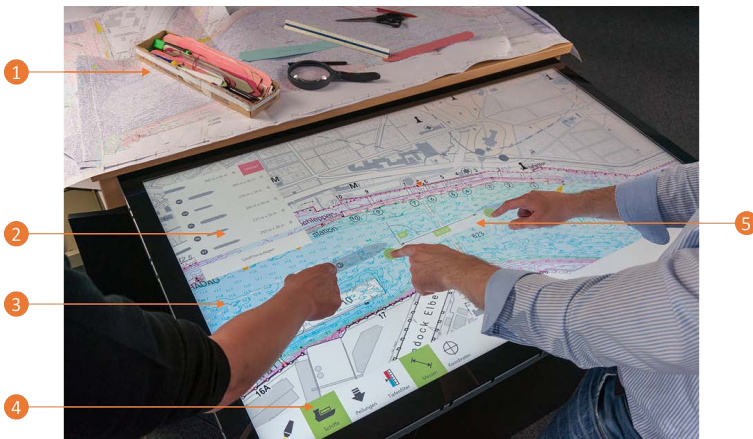

Abb. 3: Digitaler Peiltisch im Einsatz
Die Umsetzung des digitalen Peiltisches zeigt Abb. 3. In Punkt ① sind Papierpeilpläne, die Pappschiff-Flotte sowie Werkzeuge für die Arbeit mit Papierkarten abgebildet. Gleich darunter ist der Peiltisch zu sehen, auf dem eine Schiffsbegegnung simuliert wird. In ③ sind Tiefenzahlen und Tiefenlinien entsprechend der gewählten Zoomstufe dargestellt. Die Einfärbung der Tiefenzahlen ist analog zu der Einfärbung in Papierkarten gewählt. Punkt ④ zeigt ein Menü mit digitalen Werkzeugen. Einige der Werkzeuge orientieren sich an ihren Originalen aus der analogen Arbeitswelt. Dazu gehören beispielsweise ein digitaler Textmarker, mit dem Nautiker Mindertiefen mit dem Finger markieren können und ein digitales Lineal ⑤, mit dem Nautiker Abstände und Winkel messen. Punkt ② zeigt eine Liste von Schiffen, die Nautiker für eine Manöverplanung angelegt haben. Die Werkzeugleiste ④ zeigt auch neue Werkzeuge, die erst durch die Digitalisierung möglich sind. Dazu gehört der Tiefenfilter, mit dem Nautiker Mindertiefen für unterschiedliche Tiefgänge der Schiffe filtern können. Die täglich neu gepeilten Gebiete können Nautiker in einer entsprechenden Liste einsehen. Wählen Nautiker einen Eintrag in der Liste aus, navigiert